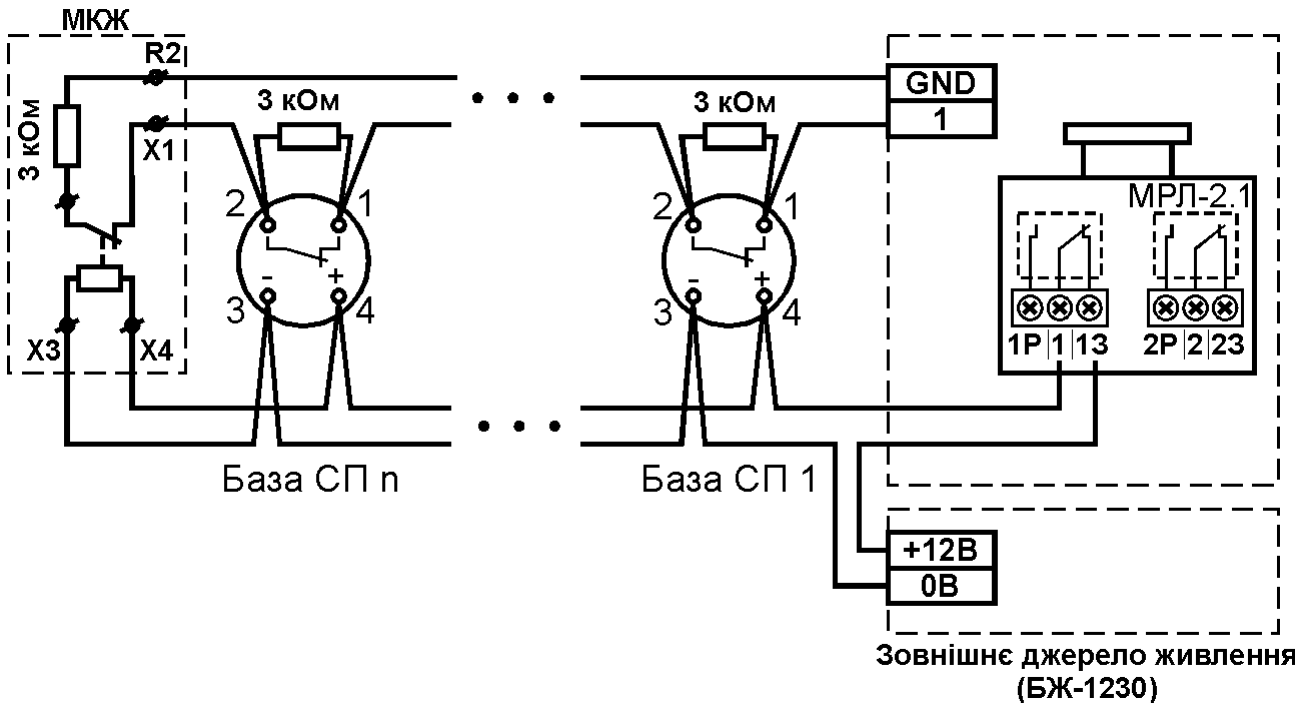

Рисунок 9.3 – приклад підключення сповіщувачів СПД1-Тірас до зони 1.
9.5.4 Для сповіщувачів, стан контактів реле яких не змінюється у разі вимкнення живлення, в коло живлення сповіщувачів повинно бути встановлено модуль контролю живлення сповіщувачів (МКЖ), див. рисунок 9.3.
9.5.5 Якщо сумарний струм споживання зовнішніх сповіщувачів та/або оповіщувачів перевищує максимальний струм навантажування виходів «12V», то для їхнього живлення необхідно використовувати підходяще джерело живлення (наприклад, БЖ-1230), див. рис. 9.3.